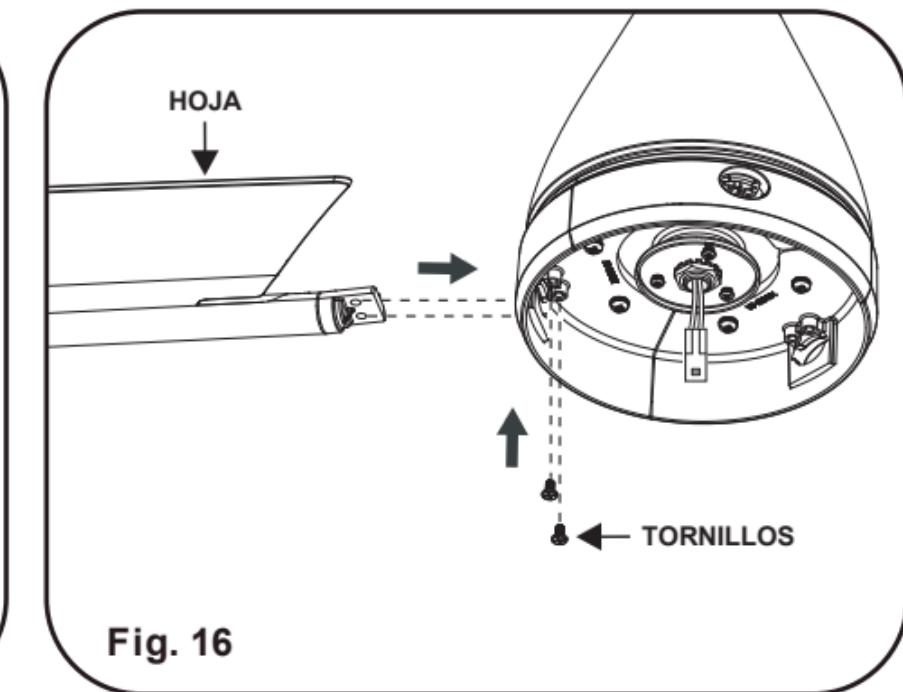

Fig. 16
Paso 2. Adosé la aspa del ventilador al conjunto del motor del ventilador usando 2 tornillos. Apriete los tornillos con seguridad. (Fig. 16) Repita el proceso con las otras aspas.